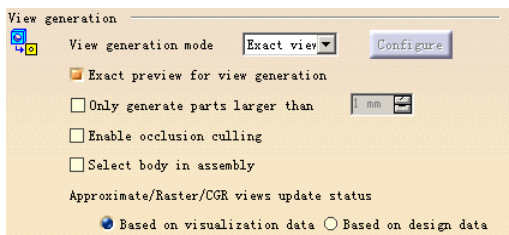

图 6-54
(3) View generation (生成视图) 选项组 (如图 6-54 所示)